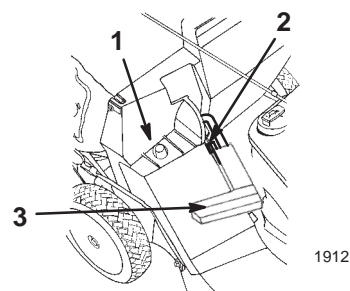
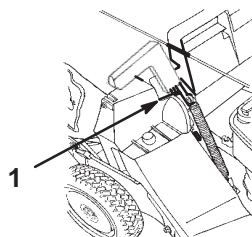

Figure 11
Figure 12
2. Vérifiez que la poignée du volet d'éjection est complètement abaissée vers l'avant et que le goujon est bien engagé dans son logement (Fig. 11).
3. Accrochez le cadre du bac par le trou sur l'ergot de retenue situé sur l'éjecteur (Fig. 11).
5. Pour ouvrir le volet d'éjection, tirez la poignée du volet vers l'avant dégager le goujon et le faire passer après la rampe du volet du bac, puis repoussez la poignée vers l'arrière pour bloquer le goujon dans l'encoche du bac (Fig. 12).
2. Tirez la poignée du volet d'éjection vers le haut et hors de l'encoche du bac (Fig. 12), puis vers l'avant pour qu'elle s'engage (Fig. 11).